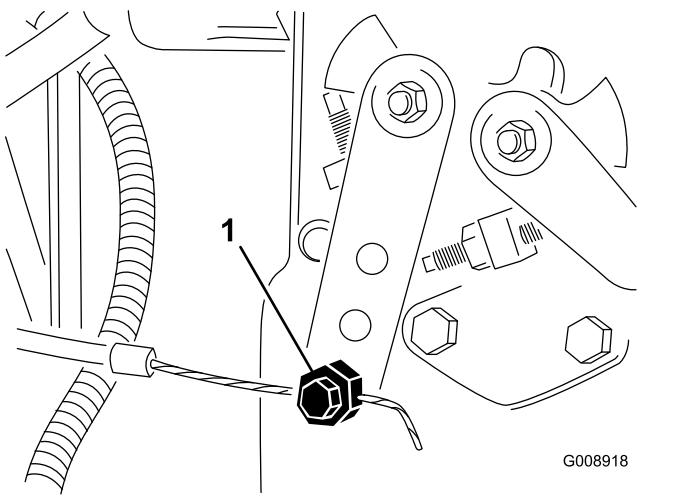

Рисунок 86
- Ослабьте соединитель тросика дроссельной заслонки на плече рычага инжекторного насоса (Рисунок 86).